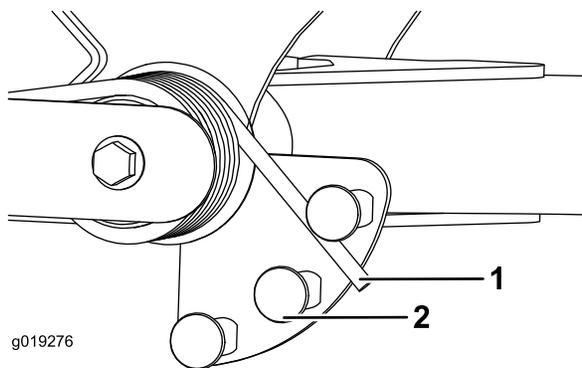

Рисунок 34
2. Вставьте трубу или аналогичный предмет в длинный конец пружины и поверните его вокруг пружинного привода в нужное положение (Рисунок 34).